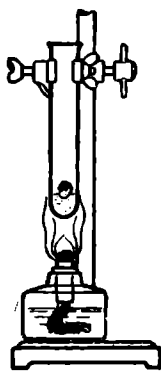

Рис. 156. Горение угля на селитре.
■ **Опыт.** Возьмите в пробирку немного селитры, не больше, чем показано на рис. 156. Укрепите пробирку вертикально на штативе, нагрейте селитру до плавления и, когда начнут появляться пузырьки (начало разложения), бросьте в пробирку накаленный кусочек угля. Он ярко горит на селитре и подбрасывается образующимся при горении углекислым газом.